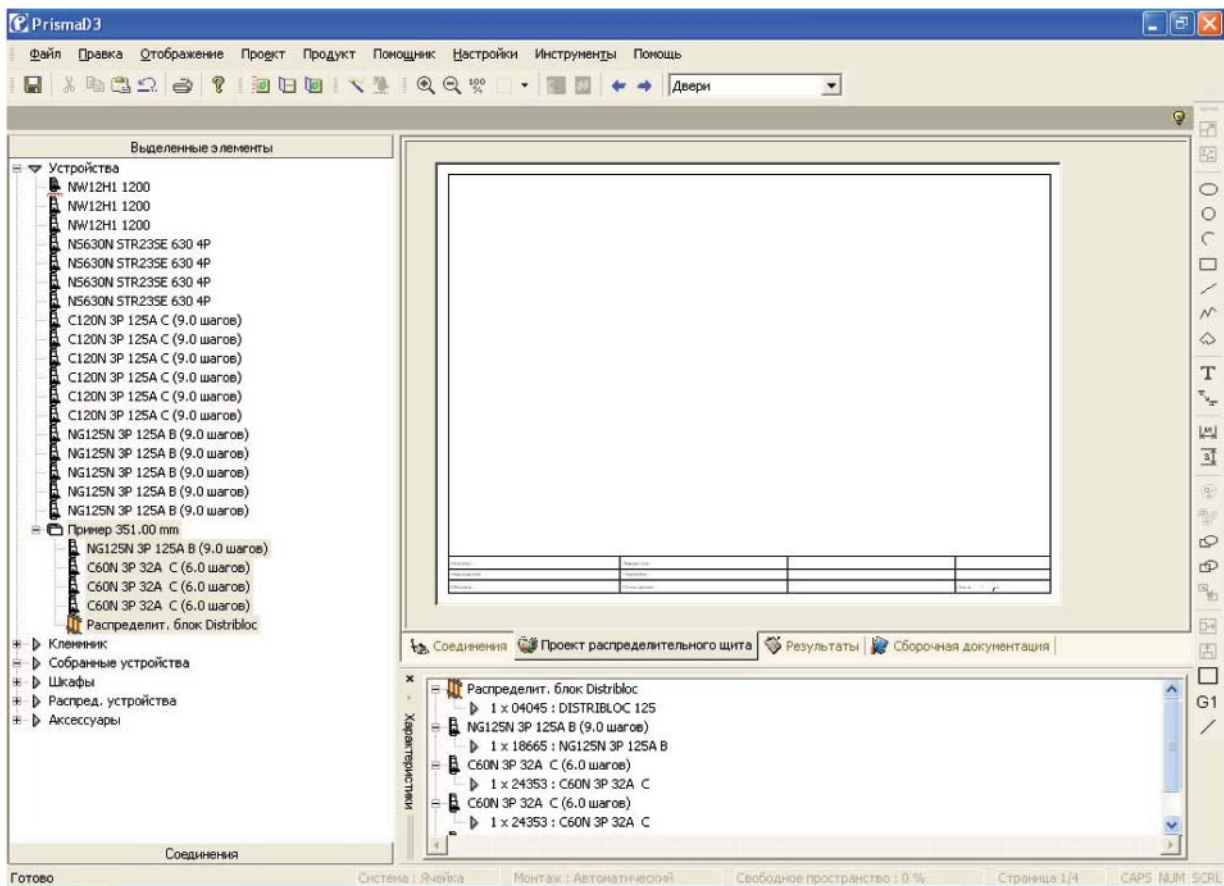

Рис. 101
- 15) Созданная группа появляется в разделе “Устройства” (рис. 101). Возвращаемся в закладку “Проект распределительного щита”.